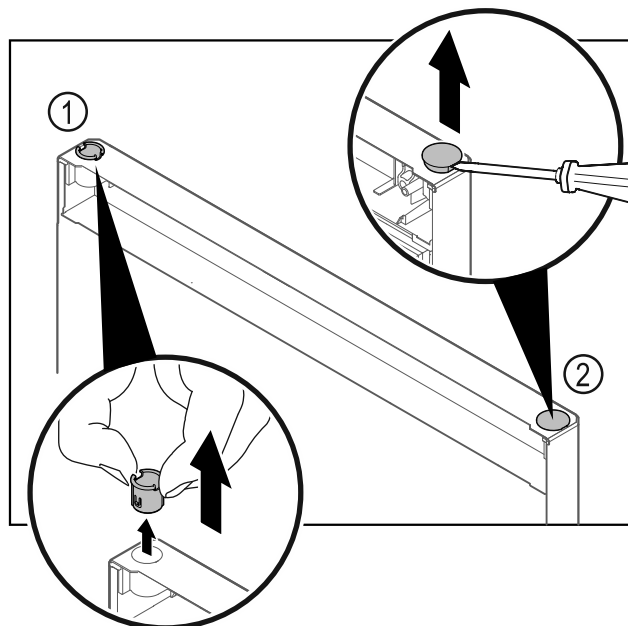

Fig. 21
- Dra ut gångjärnsbussningen Fig. 21 (1) med fingrarna.
- Lyft försiktigt upp täckpluggen Fig. 21 (2) med en spårskruvmejsel och dra ut den.